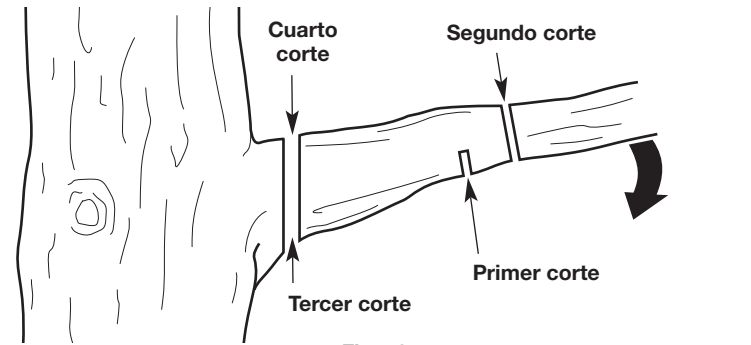

Fig. 19
1. Realice el primer corte aproximadamente a 6 pulgadas (15 cm) del tronco del árbol. Corte hacia arriba, desde la parte de abajo de la rama. Use la parte superior de la barra de guía para hacer este corte. Corte hasta un tercio del diámetro de la rama (Fig. 19).
2. Haga el segundo corte de 2 a 4 pulgadas (5 - 10 cm) más afuera en la rama. Corte hacia abajo, desde la parte de arriba de la rama. Use la parte inferior de la barra de guía para hacer este corte. Corte atravesando totalmente la rama (Fig. 19).
3. Haga el tercer corte lo más cerca posible del tronco del árbol. Corte hacia arriba, desde la parte de abajo del muñón de la rama. Use la parte superior de la barra de guía para hacer este corte. Corte hasta un tercio del diámetro de la rama (Fig. 19).
4. Realice el cuarto corte directamente encima del tercero. Corte hacia abajo, desde la parte de arriba del muñón de la rama. Use la parte inferior de la barra de guía para hacer este corte. Corte atravesando totalmente el muñón de la rama hasta alcanzar el tercer corte (Fig. 19). Así se retira el muñón de rama.